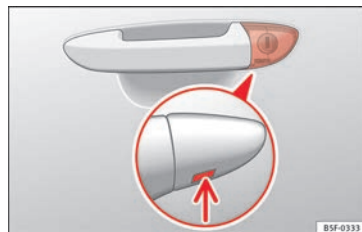

Fig. 3 Manípulo da porta do condutor: canhão da fechadura oculto.
- Introduza o palhetão na abertura inferior da tampa do manípulo da porta do condutor » **Fig. 3** (seta) e retire a tampa de baixo para cima.